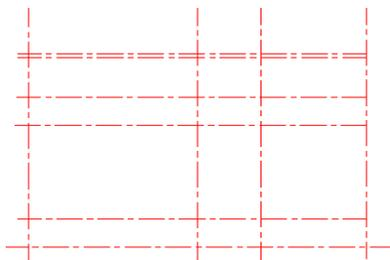

图 17.12.6 修改基础网轴线
Step4. 分别选中 Step1 中创建的两条网轴线及偏移的网轴线，将其拉长至合适的位置，完成如图 17.12.6 所示。